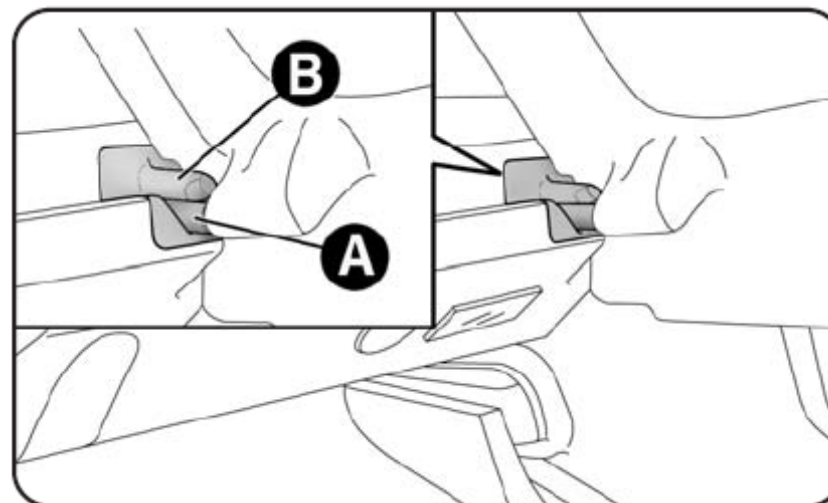

Рис. 63
- Извлеките штыри **A** – **рис. 63**, расположенные с двух сторон полки из гнезд **B** затем извлеките полку наружу.